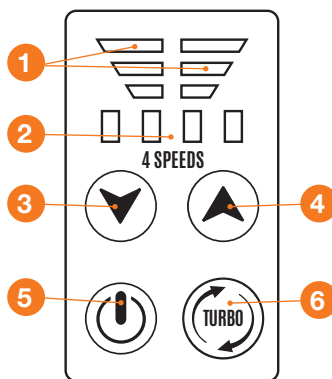

Рис. 5
- Включите воздуходувку. Нажмите кнопку включения **5** (Рис. 5) на панели управления, мотор включится и на дисплее отобразится степень заряда батареи **1** для каждой из батарей и текущий режим скорости воздушного потока **2**.